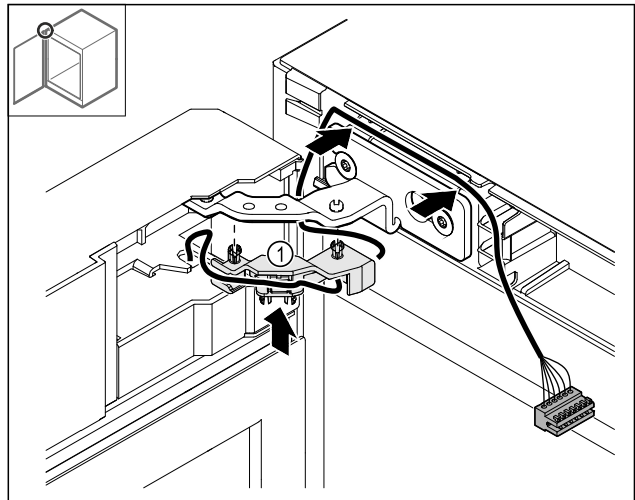

Fig. 44
- ▶ Kabelhouder Fig. 44 (1) in het scharnier drukken.